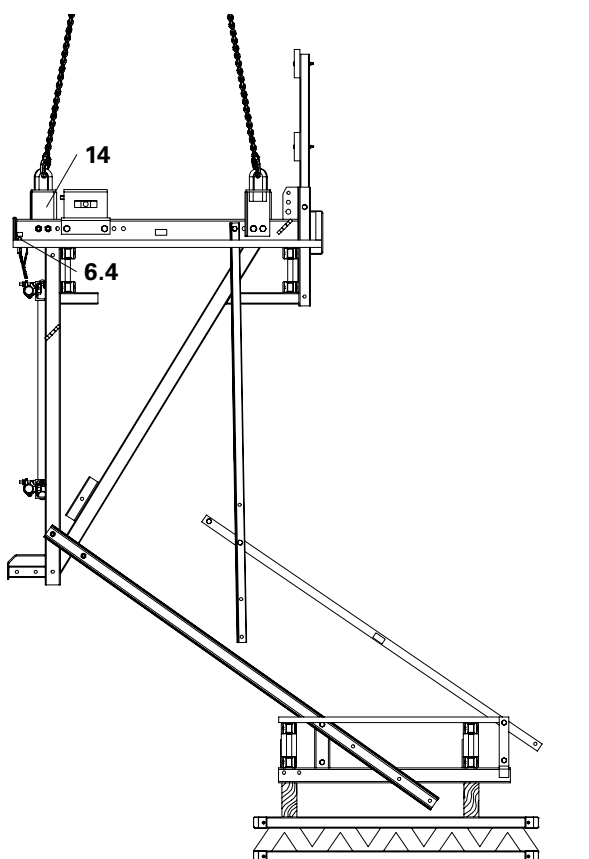

Fig. B1.36
2. Agganciare l'imbracatura a 4 bracci agli angolari CB (14).
4. Sollevare l'unità di ripresa dall'ancoraggio e smontare la passerella inferiore. (Fig. B1.36)